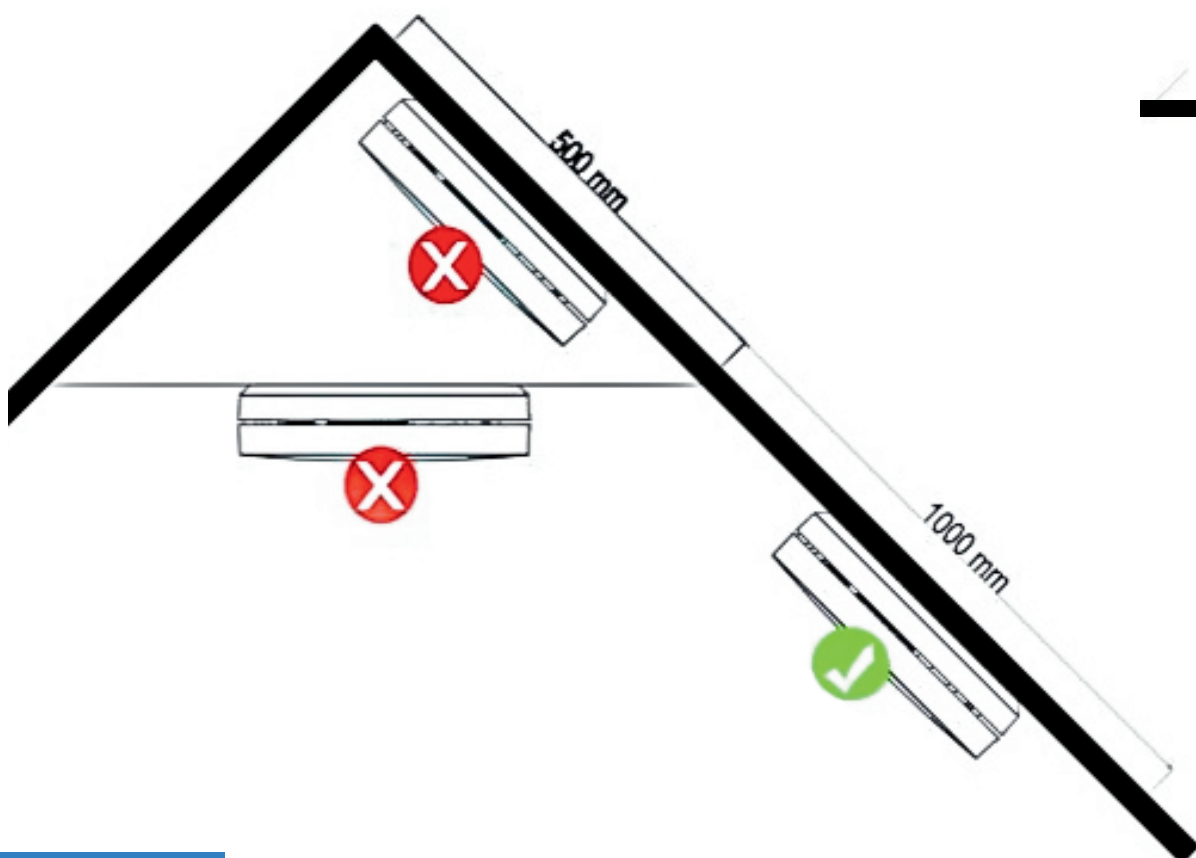

Figure 2: Emplacements de montage recommandés
- Vérifiez les figures 2 et 3 pour connaître les emplacements de montage corrects. La plupart des pays de l'UE exigent des détecteurs de fumée à tous les étages et sur les voies d'évacuation.